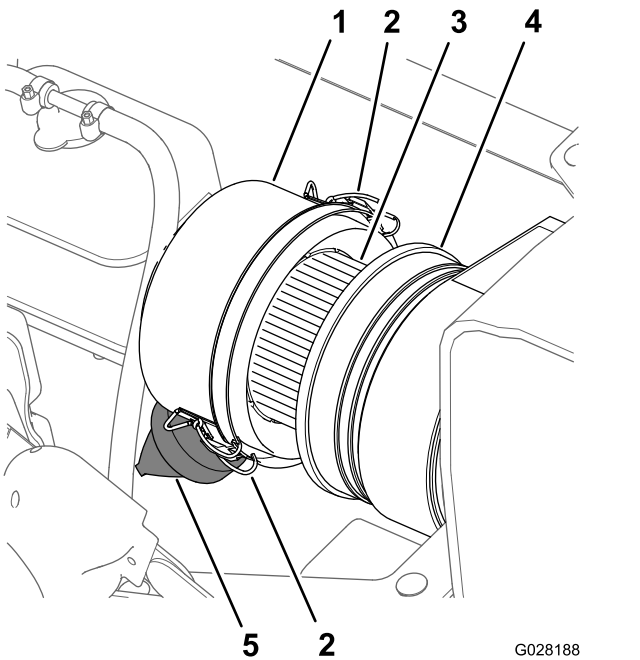
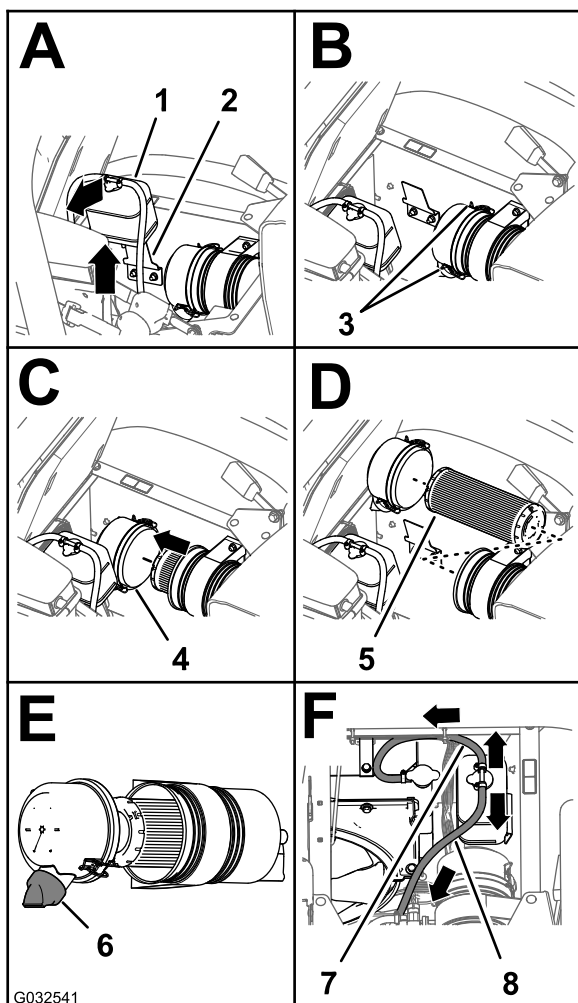

Figura 76
Figura 77
3. Limpe o tampão antipoeira e o corpo do filtro de ar (Figura 76).
4. Verifique se existe algum dano no corpo do filtro de ar que possa provocar uma fuga de ar (Figura 76).
5. Aperte a válvula do pé para a limpar de sujeira, pó e detritos (Figura 76).
7. Verifique se o elemento do filtro de ar tem acumulação excessiva de pó, sujeira e detritos (Figura 76).
8. Instale o tampão antipoeira no corpo do filtro de ar e fixe o tampão com os 2 trincos (Figura 76).
2. Limpe o tampão antipoeira e o corpo do filtro de ar (Figura 76).
3. Levante o depósito de expansão do líquido de refrigeração e retire-o do suporte do depósito (Figura 77).
4. Solte os 2 trincos que fixam o tampão antipoeira ao corpo do filtro de ar (Figura 77).
6. Limpe o interior do tampão antipoeira, do corpo do filtro de ar e da válvula antipoeira com um trapo húmido (Figura 76 e Figura 77).
7. Introduza o elemento do filtro de ar no corpo do filtro de ar (Figura 77).
8. Instale a cobertura no corpo do filtro de ar e fixe-a com os 2 trincos (Figura 77).
Nota: Certifique-se de que a válvula do pó está alinhada entre a posição das 5 e das 7 horas, quando vista da extremidade (Figura 77).
9. Alinhe o depósito de expansão do líquido de refrigeração com o suporte do depósito e posicione o depósito com firmeza (Figura 77).
Importante: Certifique-se de que a tubagem de descarga da pressão é encaminhada para fora e para baixo e a tubagem de ventilação do depósito é encaminhada para trás, como se mostra na Figura 77.